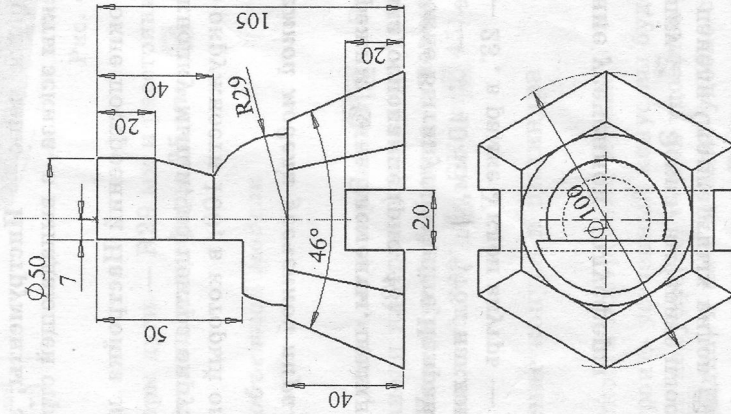

Рис. 42
4.1. Построение шестигранной усеченной детали пирамид (рис. 42).